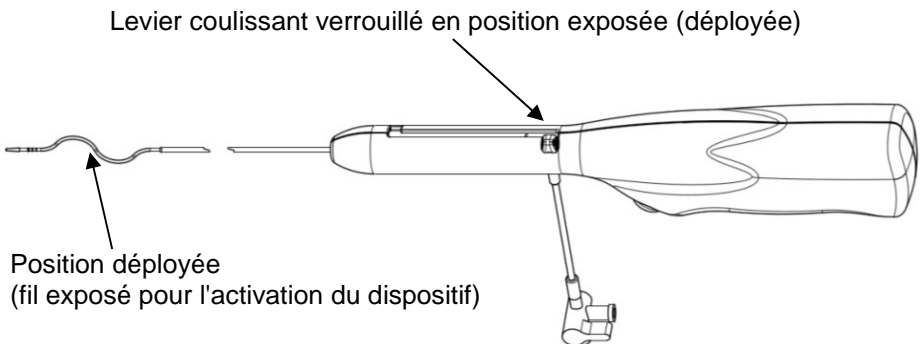

Figure 4
12. Avancer l'extrémité flexible jusqu'à la partie la plus distale du caillot. Exposer le fil sinusoïdal. Pour ce faire, déverrouiller et rétracter complètement le levier coulissant, puis tourner ce dernier jusqu'à entendre un « clic » (voir la Figure 4). Confirmer la position du dispositif dans le site de traitement par radioscopie. Appuyer sur l'interrupteur MARCHE/ARRÊT pour activer la rotation.
11. Dans une greffe, avancer l'extrémité flexible jusqu'à l'anastomose veineuse. **Avertissement : ne pas avancer l'extrémité flexible au-delà de l'anastomose.** Dans une fistule, avancer l'extrémité flexible jusqu'à la partie la plus centrale du caillot. Exposer le fil sinusoidal. Pour ce faire, déverrouiller et rétracter complètement le levier coulissant, puis tourner ce dernier jusqu'à entendre un « clic » (voir la Figure 4). Confirmer la position du dispositif dans la fistule ou la greffe par radioscopie. Appuyer sur l'interrupteur MARCHE/ARRÊT pour activer la rotation.